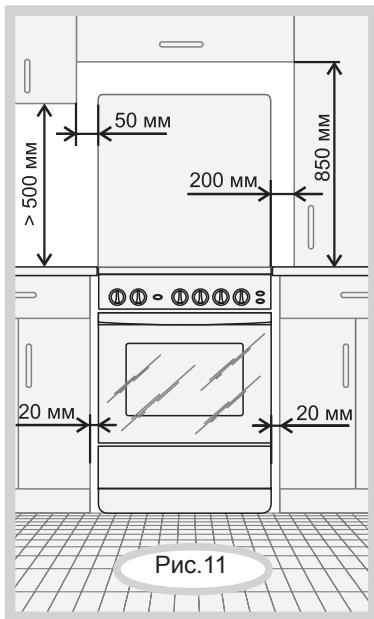

Рис.11
- Расстояния, которые необходимо выдержать при установке плиты, показаны на рис.11. Задняя стенка плиты должна отстоять от поверхности стены не менее чем на 50 мм. Торцы мебели на уровне варочной поверхности стола рекомендуется защищить металлическими накладками.